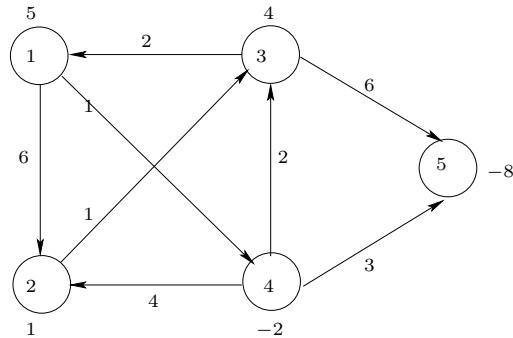

Figura 5.17: Grafo di partenza (esercizio 5.30)
**Esercizio 5.30.** ■ Sia dato il problema  $P$  di flusso a costo minimo (senza vincoli di capacità sugli archi), definito sul grafo orientato  $G = (V, E)$  riportato in figura 5.17, dove a ogni nodo  $i \in V$  è associata la divergenza  $d_i$  e a ciascun arco  $(i, j) \in E$  è associato un costo unitario  $c_{ij}$ .